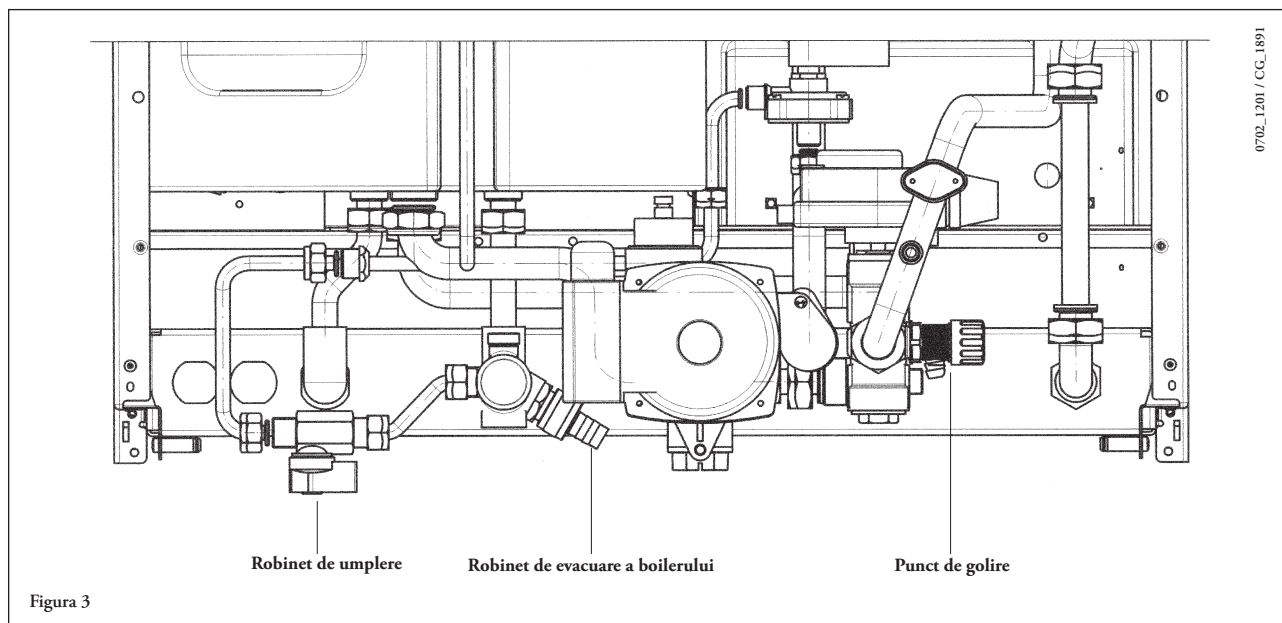

Figura 3
**IMPORTANT:** Verificați periodic ca presiunea afișată de presostat (figura 3) să fie cuprinsă între 0,7 și 1,5 bar, când centrala nu funcționează. În caz de suprapresiune, deschideți robinetul de evacuare al centralei (figura 3).
În caz că presiunea e joasă, deschideți robinetul de umplere al centralei (figura 3).